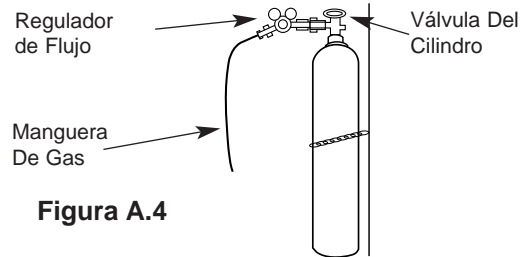

Figura A.4
1. Encadene el cilindro a una pared o a un soporte estático para evitar que caiga. Aísle eléctricamente el cilindro del circuito de trabajo y de la conexión a tierra. Véase Figura A.4.